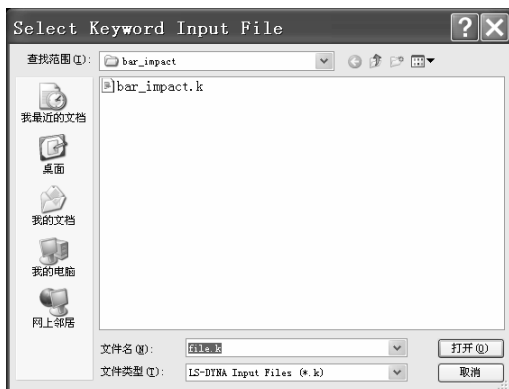

图 1-53 “Select Keyword Input File” 窗口
(2) 单击“14.0 Mechanical APDL ANSYS Product Launcher [Profile: *** La...”窗口中“Simulation Environment:”方框后的倒立三角形图标，选中“LS-DYNA Solver”。
(3) 单击“14.0 Mechanical APDL ANSYS Product Launcher [Profile: *** La...”窗口中“License:”方框后的倒立三角形图标，选中“ANSYS LS-DYNA”。
(4) 在“14.0 Mechanical APDL ANSYS Product Launcher [Profile: *** La...”窗口中的“Working Directory:”方框内输入“d:\bar_impact”。
(5) 单击“14.0 Mechanical APDL ANSYS Product Launcher [Profile: *** La...”窗口中“Keyword Input File”方框后的“Browse...”按钮，弹出“Select Keyword Input File”窗口（见图 1-53）。